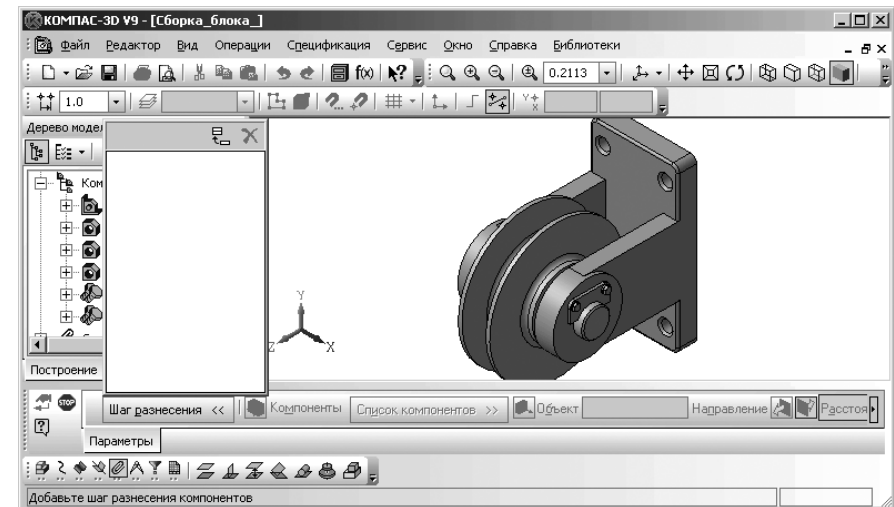

Рис. 6.92. Фрагмент главного окна системы с первым компонентом **Болт**, введенным в панель **Список компонентов** на **Панели свойств: Разнести компоненты**
- щелкните в **Дереве модели** по компоненту **Болт** (первый болт), который должен быть разнесен первым. В нашей сборке это один из болтов, крепящий стопорную планку. Он тут же будет внесен на панель **Список компонентов** (рис. 6.92).